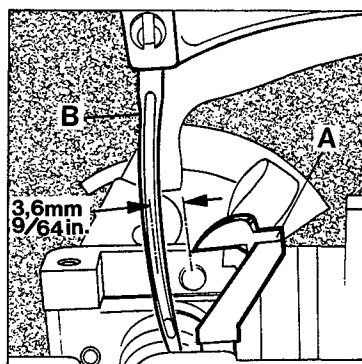

Fig.6A
Set the looper (A, Fig. 6A) so that the distance from the center of the needle (B) to the point of the looper is not less than 3,6 mm (9/64 in.) when the looper is at its farthest end position from the needle. Looper gauge No. 21225-9/64 can be used advantageously in making this setting.
Stellen Sie den Greifer (A, Fig. 6A) so, daß der Abstand von Nadelmitte (B) bis zur Greiferspitze nicht weniger als 3,6 mm beträgt, wenn der Greifer in der von der Nadel entferntesten Endstellung ist. Die Greifereinstell-Lehre Nr. 21225-9/64 erleichtert diese Einstellung.